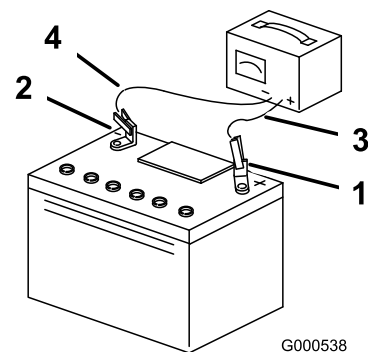

Figure 41
4. Quand la batterie est chargée au maximum, débranchez le chargeur de la prise, puis débranchez les fils du chargeur des bornes de la batterie (Figure 41).